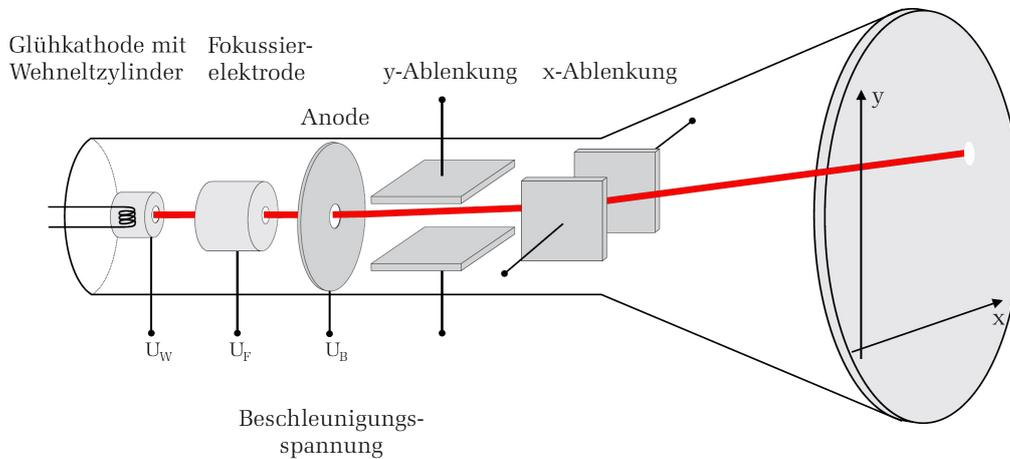
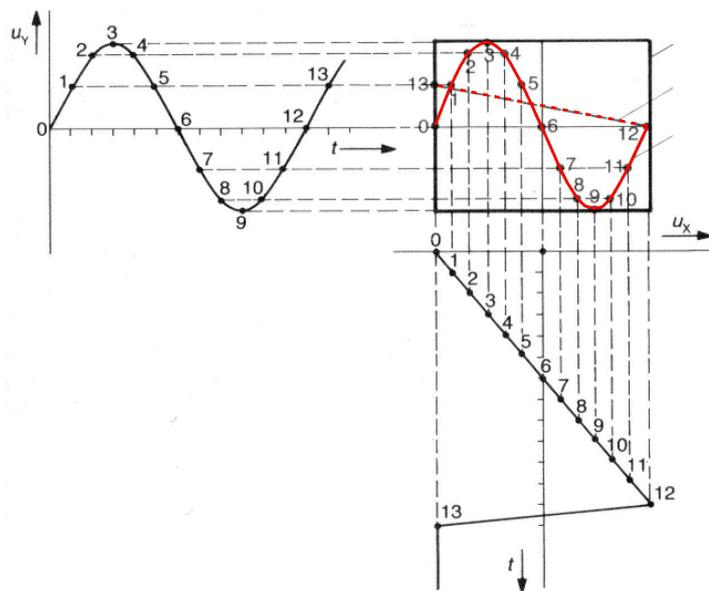

Abbildung 2: Aufbau eines Elektronenstrahl-Oszilloskops
Abbildung 3: Periodischer Spannungsverlauf: u_y lenkt nur vertikal, u_x (Sägezahnspannung) nur horizontal ab
Kernstück des EO ist eine Kathodenstrahlröhre. Abb. 2 zeigt ihren schematischen Aufbau. Aus dem glühenden Draht der Glühkathode treten Elektronen heraus (thermische Emission) und werden durch die Beschleunigungsspannung U_B zur Anode beschleunigt. Einige Elektronen passieren die Anode, durchlaufen x- sowie y-Ablenkeinheiten und treffen auf den Leuchtschirm. Eine fluoreszierende Leuchtschicht erzeugt am Auftreffpunkt einen Leuchtfleck. Die anderen Elemente (Wehneltzylinder, Fokussierelektrode) bestimmen Strahlqualität und die Helligkeit des Leuchtflecks. Wird eine Spannung an die x-/y-Ablenkeinheit gelegt, wandert der Leuchtfleck auf dem Schirm. Legt man an die x-Ablenkeinheit eine Sägezahnspannung lässt sich der zeitliche Verlauf der y-Spannung darstellen; Abb. 3 zeigt das Prinzip: Dort wandert von $t = t_0$ bis $t = t_{12}$ der Leuchtpunkt von links nach rechts über den Bildschirm und zeichnet jeweils den Wert von $u_y(t)$ auf. Von t_{12} nach t_{13} springt der Leuchtfleck schnell an den Anfang zurück und das Spiel beginnt von Neuem. Um Ihr Messsignal gut erkennen zu können, müssen Sie das Oszilloskop angemessen einstellen. Dazu dienen die zahlreichen Einstellknöpfe (vgl.):
AT/Norm.; **Level;** **Ext.;** **Trig.:** Diese Schalter und Regler betreffen die sog. *Triggereinheit*. Hat der Lichtpunkt den rechten Rand des Bildschirms erreicht, springt er wieder zurück ((12) in Abb. 3). Damit nun ein stehendes Bild entsteht, muss der Lichtstrahl das nächste Bild wieder genau über das vorherige „zeichnen“. Die x-Ablenkung darf also erst starten, wenn das Messsignal wieder genau die gleiche Startposition hat. Das Triggersystem löst diese Aufgabe: Die Horizontalablenkung wird immer genau dann gestartet, wenn das Messsignal einen vorher eingestellten Spannungswert (die Triggerspannung) erreicht. Dieser Startpunkt kann automatisch bei einem intern eingestellten Wert erfolgen (**AT**), oder in der **Norm.**-Stellung über den Levelregler festgelegt oder schließlich auch extern zugeführt werden. Der Trig.-Schalter legt fest, ob Gleichspannungsanteile zur Triggereinheit durchgelassen werden (**AC/DC**), ob hohe/niedrige Frequenzen herausgefiltert werden und ob die aufsteigende bzw. die absteigende Signalflanke als Triggersignal dienen soll.
Bauen Sie die Schaltung (Abb. 3) auf. Verwenden Sie zuerst die Gleichspannungsquelle. Verändern Sie